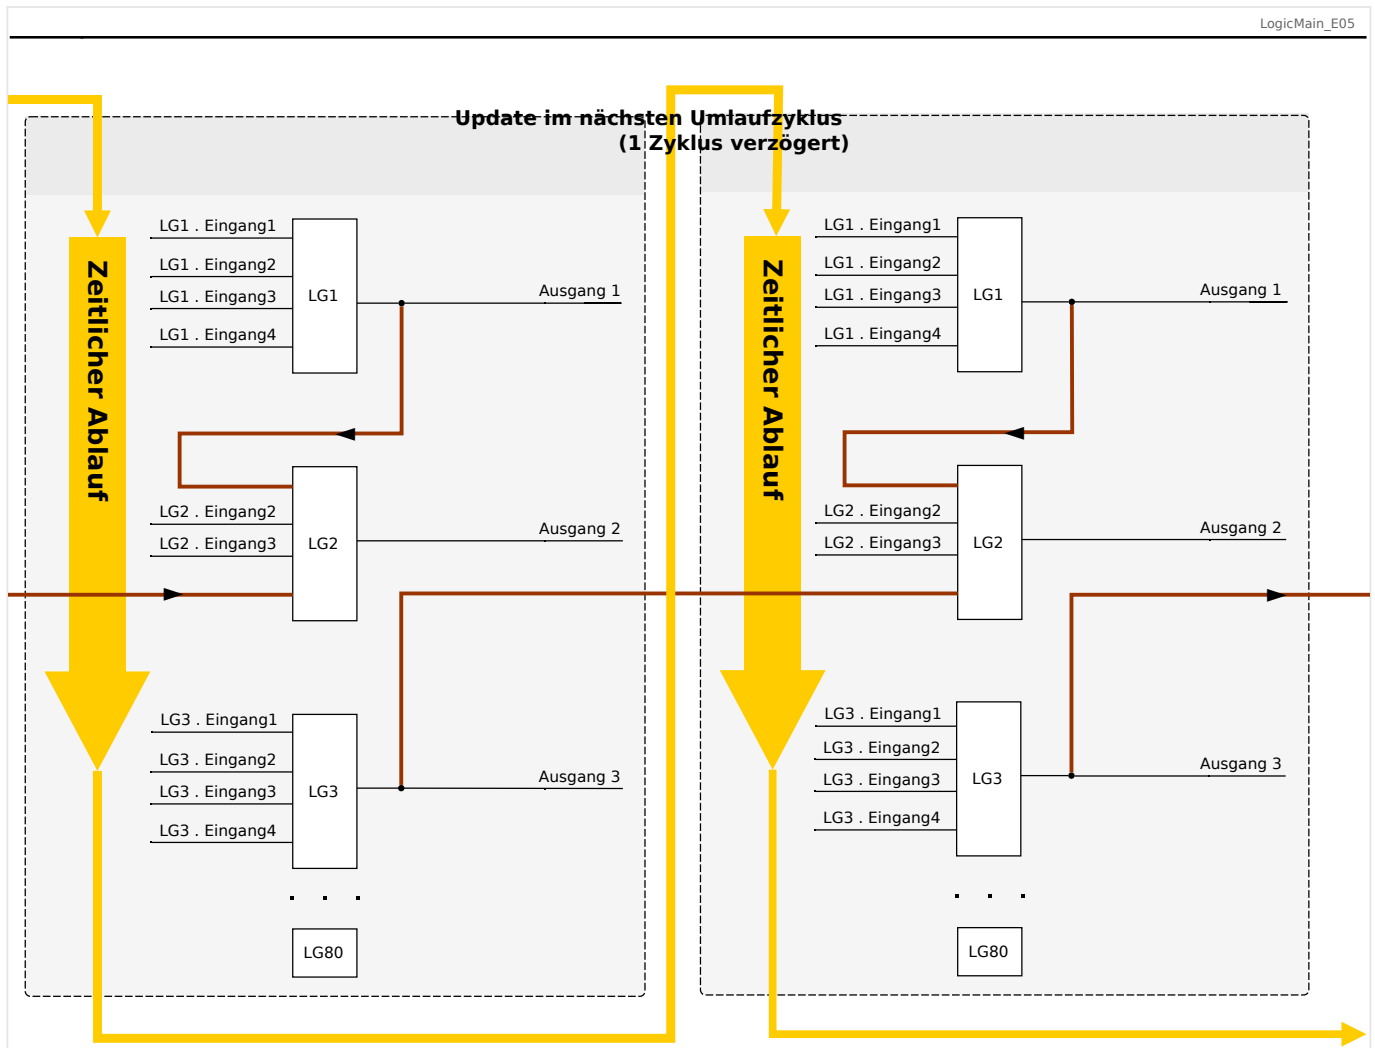

Abb. 104: Kaskadierung in absteigender Reihenfolge.
- Kaskadierung in **absteigender** Reihenfolge bedeutet, dass der Ausgang einer Logikgleichung auf den Eingang einer Logikgleichung mit **niedrigerer** Nummer rangiert wird. Das Diagramm →Abb. 104 zeigt ein Beispiel, bei dem der Ausgang von LG3 auf einen Eingang von LG2 rangiert wird.
Bei der Konfiguration des Schutzgerätes bestehen keinerlei Einschränkungen oder Unterschiede zwischen aufsteigender und absteigender Reihenfolge. Da allerdings während der Laufzeit des MRI4 die Logikgleichungen in aufsteigender Reihenfolge ausgewertet werden, haben die resultierenden Ausgangswerte, die am Eingang der Logikgleichung anstehen, ein unterschiedliches „Alter“, wie in →Abb. 103 und →Abb. 104 veranschaulicht wird.
Das in Abb. 104 gezeigte Beispiel zeigt eine Konfiguration von „Logikgleichung 2“, die den Ausgang von zwei weiteren Logikgleichungen, „Logikgleichung 1“ und „Logikgleichung 3“, als Eingangszustände verwendet. Hierbei ist der Ausgang von „Logikgleichung 1“ in aufsteigender Reihenfolge verwendet, sodass der Wert in jeweils demselben Prozesszyklus ermittelt wird. Der Ausgang von „Logikgleichung 3“ wird in absteigender Reihenfolge verwendet, sodass der Wert in dem jeweils vorherigen Prozesszyklus ermittelt wurde.